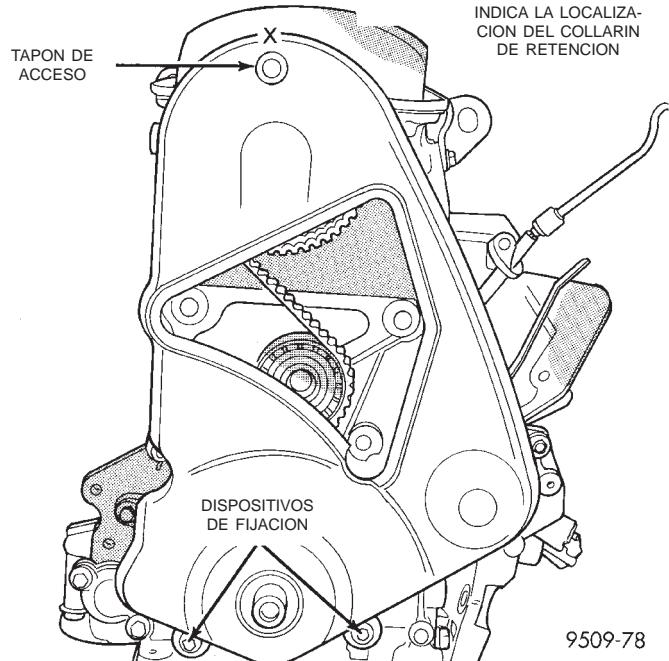

Fig. 44 Tapa de la correa de distribución
(8) Retire la tapa de la correa de distribución (Fig. 44).